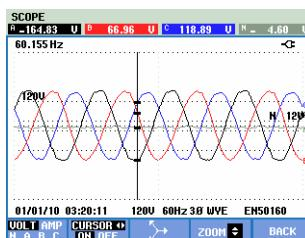

Рис. 23-3 Отображение осцилограмм, курсор и масштабирование включены
- Клавиши со стрелками вверх/вниз служат для изменения масштаба в вертикальном направлении (Рис. 23.3).